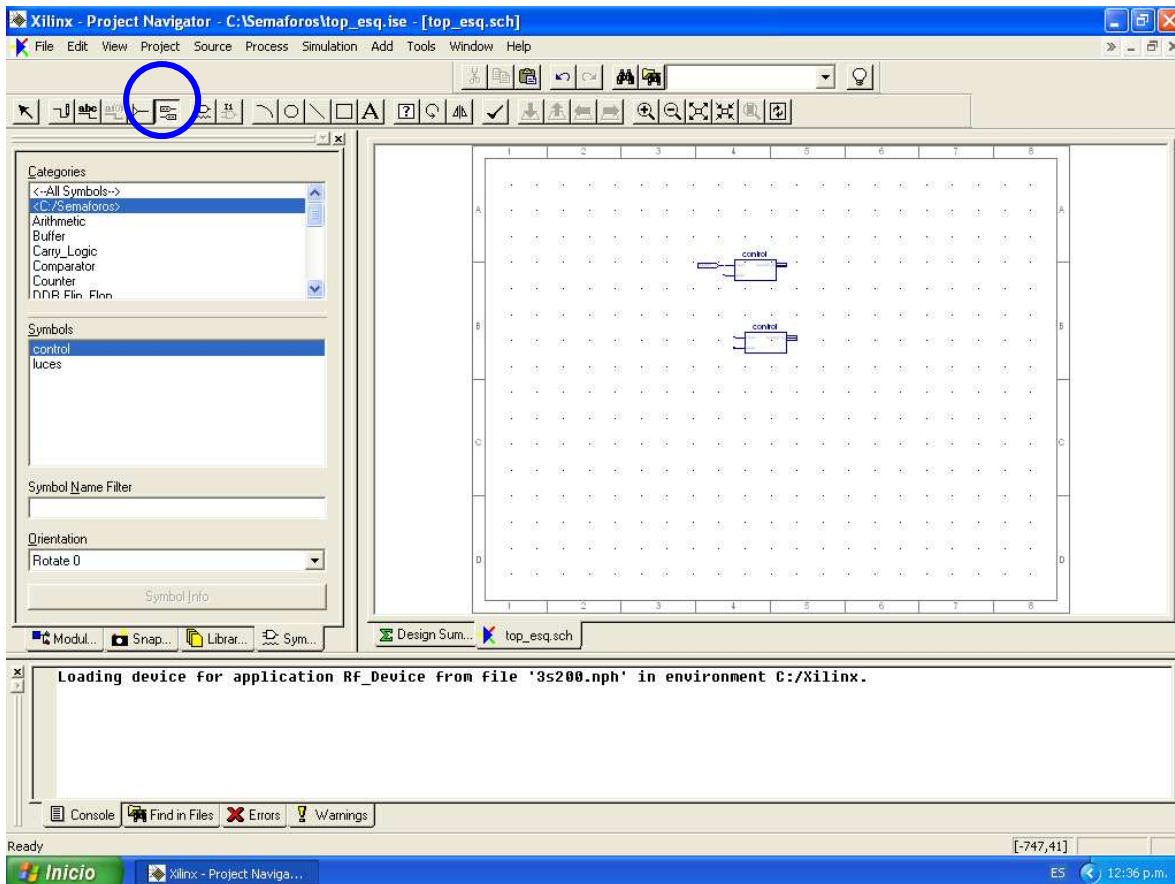

Figura 6.28. Forma de acceder a los puertos de entrada y salida.
- Incluya los puertos de entrada/salida seleccionando en el menú de herramientas la opción “add I/O marker”. Una vez seleccionado se hace un “click” en la línea donde se desea la entrada o salida para que aparezca el elemento requerido. La figura 6.28 muestra esa opción dentro de un círculo azul.